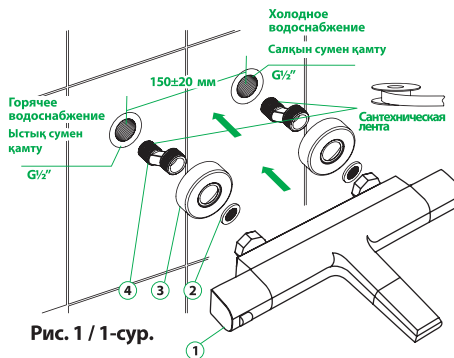

Рис. 1 / 1-ср.
- Отключите систему холодного и горячего водоснабжения. Ввинтите эксцентрические переходники (4) (см. рис. 1) в выходы трубопроводов системы водоснабжения, предварительно уплотнив резьбовую часть изоляционным материалом. Подберите положение эксцентрических переходников, при котором они совпадут и будут соответствовать присоединительному положению смесителя. При этом положение смесителя должно быть горизонтальным.
- Установите на эксцентрические переходники (4) декоративные чашки (отражатели) (3), установите прокладки с фильтром и с помощью инструмента с мягкими накладками (для избежания повреждения гальванопокрытия) присоедините корпус